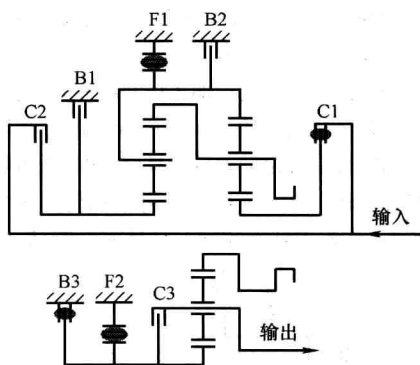

图 1-5 D1 挡动力传递路线
(1) 主行星齿轮机构 D1 挡动力传递路线如图 1-5 所示，在 D1 挡时，前进挡离合器 C1 接合，将输入轴和前行星齿轮机构太阳轮连接在一起，太阳轮顺时针旋转，前排行星齿轮逆时针旋转，前行星齿轮机构行星架是输出端，与车体连接在一起，可视为固定或约束转速，则前排齿圈有逆时针旋转的趋势。1 号单向离合器锁止，防止前齿圈/后行星架逆时针旋转，则前排行星齿轮带动前排行星架沿齿圈顺时针转动，即前行星架/后齿圈同向减速旋转（输出）。